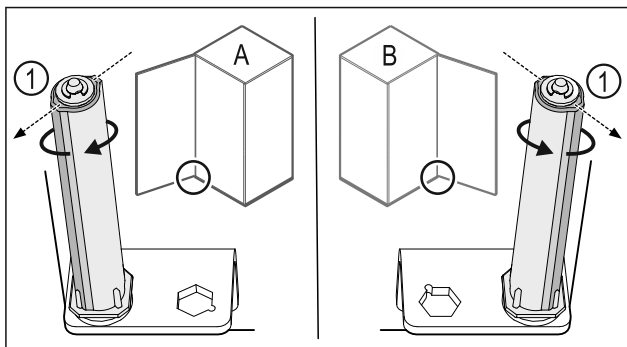

Fig. 38 Lewy ogranicznik (A) / prawy ogranicznik (B)
- ▶ Przekręcić system blokujący w kierunku przeciwnym do oporu, aż pręt systemu blokującego Fig. 38 (1) będzie skierowany na zewnątrz.